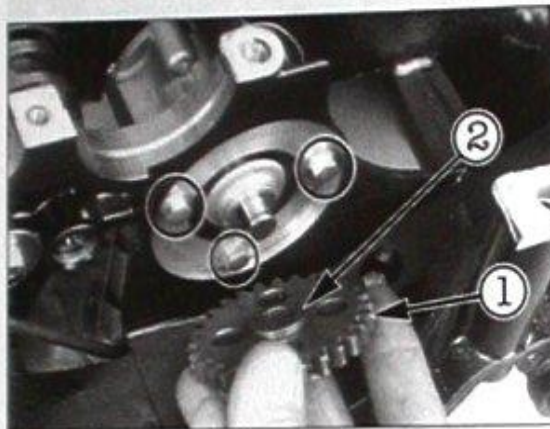

Bild 241
- Drei Befestigungsschrauben ausdrehen (Bild 241) und Ölpumpe ausbauen.